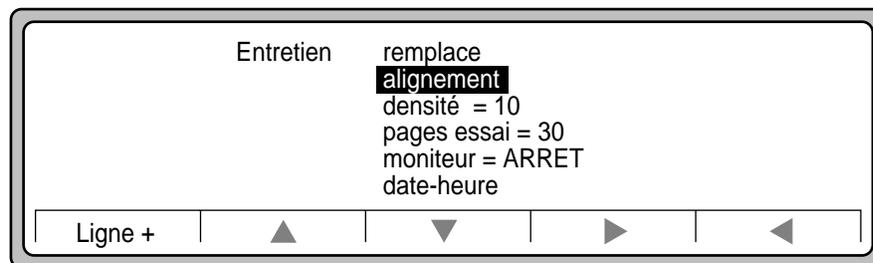

Figure 6-15 Sous-menu Entretien
5. Dans le sous-menu Entretien illustré à la Figure 6-15, utilisez le pointeur ▼ pour mettre en surbrillance l'option alignement et appuyez sur ►.